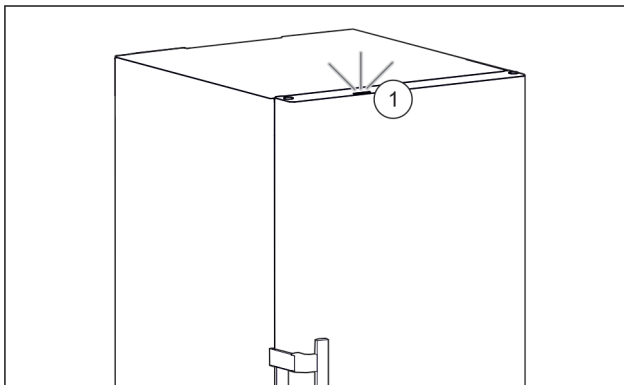

Fig. 56 Tilavalvo päällä, kun ovi on kiinni
- ▷ Tilavalvo Fig. 56 (1) on aktivoitu.